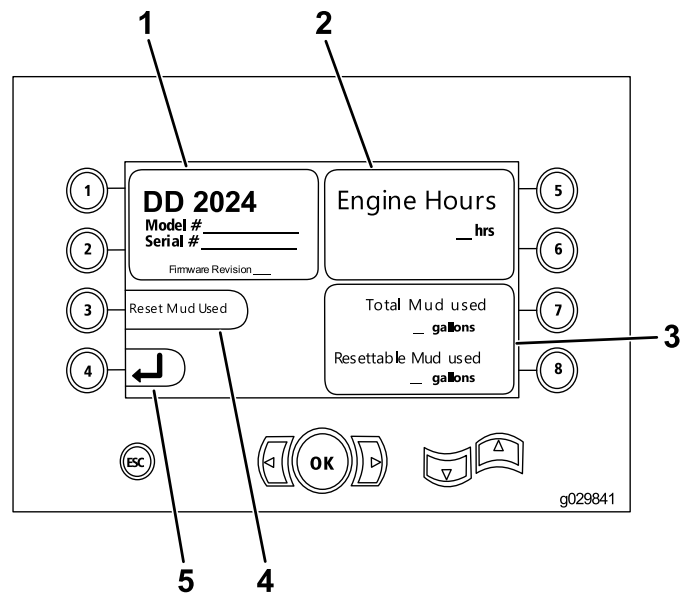

Bild 9
- Maschinenmodell und Seriennummer (Bild 9).
- Anzahl Betriebsstunden der Maschine (Bild 9).
- Menge der verwendeten Bohrflüssigkeit und zurückgesetzte Menge verwendeter Bohrflüssigkeit (Bild 9).
Hinweis: Drücken Sie Taste 3, um die Bohrflüssigkeitsmenge zurückzusetzen (Bild 9).